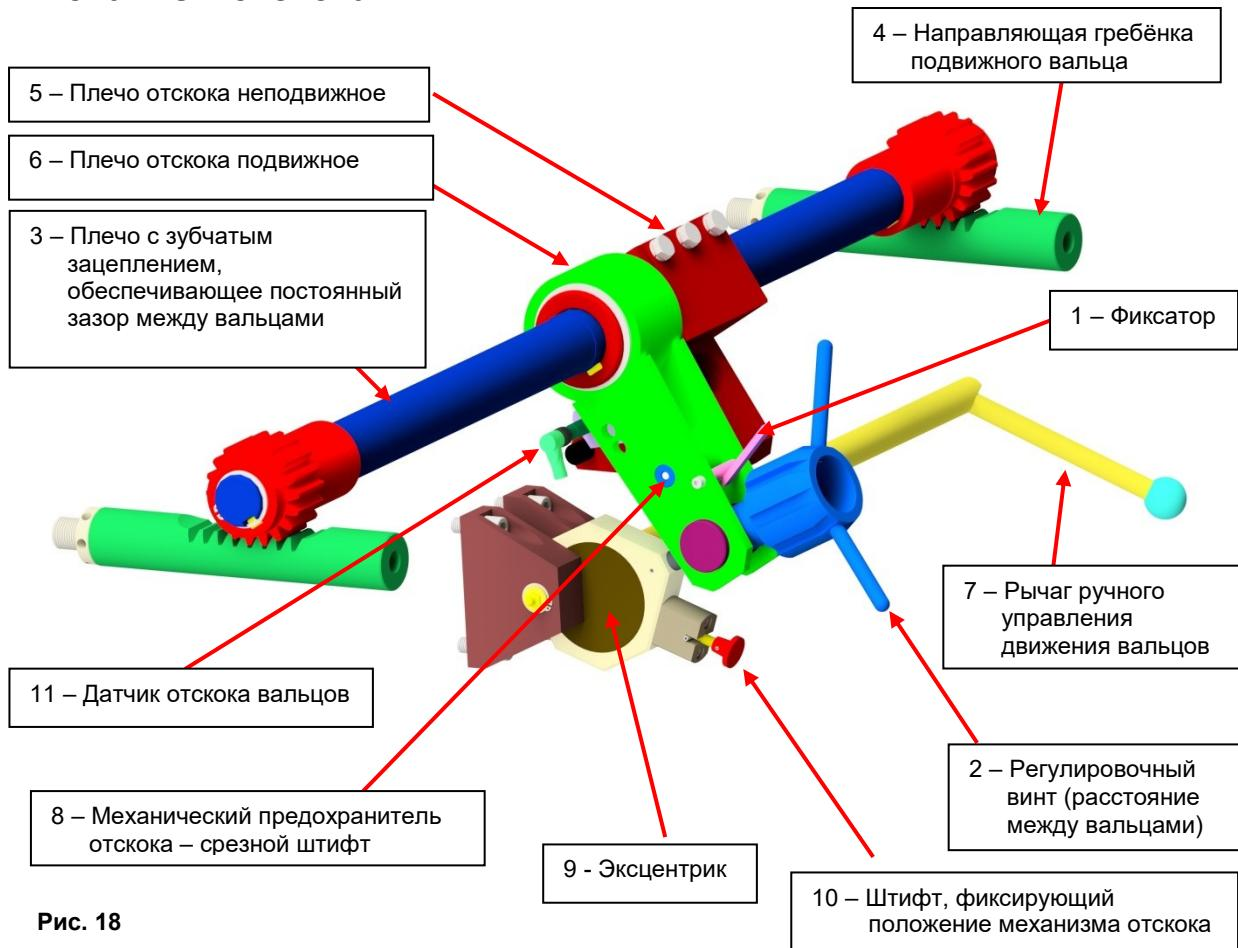

Рис. 18
Подвижные дробильные вальцы, благодаря запатентованному механизму от фирмы ROmILL, позволяют осуществлять мгновенный отскок (Рис. 18). Тем самым обеспечивается защита твёрдой, но хрупкой поверхности дробильных вальцов от повреждения, в результате чего увеличивается срок их службы. В случае попадания очень твёрдого, не подлежащего дроблению, предмета (камень, болт) в рабочий зазор между дробильными вальцами произойдёт отсечение механического предохранителя отскока, срезного штифта (8) и подвижной вальц мгновенно отскочит. Одновременно автоматически закроется заслонка и прекратится доступ нераздробленного материала. Одновременно также срабатывает звуковая сигнализация, предупреждающая об отскоке вальцов. Вальцы также можно разъединить вручную: вытяните штифт, фиксирующий положение механизма отскока (10), нажмите вниз на рычаг ручного управления вальцами (7) и разведите вальцы – таким образом можно избавиться от случайных предметов, обнаруженных перед началом дробления.
Вальцовые мельницы сконструированы таким образом, что практически не требуют ухода. Для смазки служит маслёнка. Уплотнение и заполнение жировым наполнителем подшипников вальцов осуществляется в соответствии с таблицей 1. По окончании сезона очистите внутренние стены разгрузочной воронки, вальцовой мельницы и шлицев вальцов, чтобы не произошло присыхание влажного материала. Раз в месяц необходимо промазать левую и правую направляющие гребёнки подвижного вальца – **Рис. 18** (4), а также контактную поверхность эксцентрика – **Рис. 18** (9). Для нанесения смазки вручную разведите вальцы, после смазки подвижной вальц несколько раз отводите в сторону, а затем возвращайте в рабочее положение.